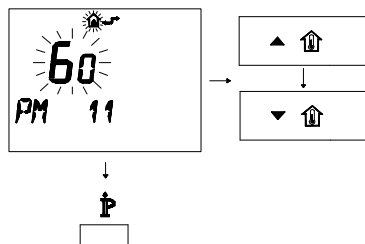

Figura 5.79
- Per modificare il SET programmato agire sui pulsanti ▲  o ▼  e aspettare che il numero programmato cominci a lampeggiare (Figura 5.79 ). Ogni passo incrementato o decrementato corrisponde a 1 secondi.